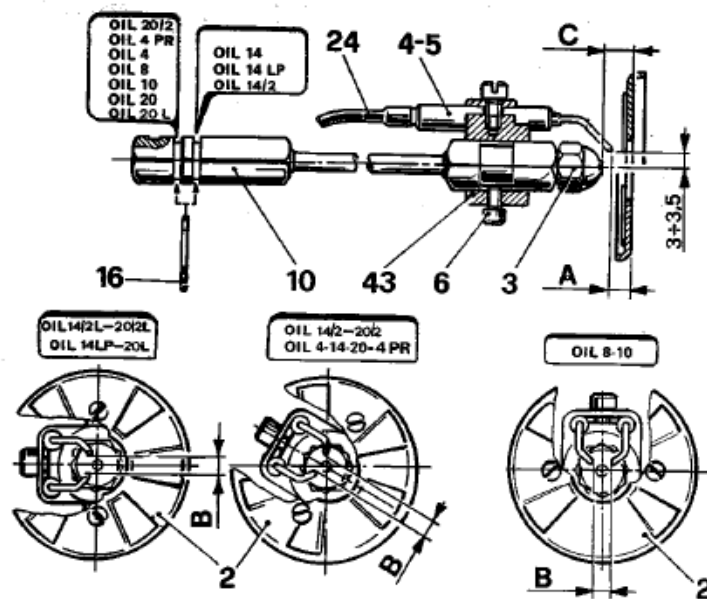

FIG. 14
- gicleur (3) défectueux ou sale;
- électrodes d'allumage (4 - 5) encrassées ou endommagées (voir les positions dans la fig. 14);
- cellule (19) noircie;
- débit défectueux de l'électrovanne (29);
- chisler (3) defectuoso o sucio;
- electrodos de encendido (4 - 5) encostrados o doñados (ver las posiciones en fig 14);
- fotorresistencia (19) ennegrecida;
- defectuosa estanquidad de la electroválvula (29);
- verstuiver (3) defekt of vuil;
- ontstekingselektroden (4 - 5) aangeladen, beschadigd of ontregeld (zie de stand in fig. 14);
- magneetventiel (29) vuil of defekt;
Effettuare la pulizia possibilmente senza variare la loro posizione rispetto al disco deflettore; nel caso ciò accadesse rispettare in fase di montaggio le dimensioni indicate in fig. 14.
Clean the electrodes taking care not to change the electrode position relative to the baffle disk; in case this should occur, on reassembling the unit make sure that the dimensions shown in fig. 14 are met.
Effectuer leur nettoyage, si possible, sans changer leur position par rapport au disque deflecteur; au cas où cela se verifiait lors de la phase de montage respecter les dimensions indiquées a la fig. 14.
Efectuar la limpieza posiblemente sin variar sus posiciones respecto al disco deflector; en el caso que esto suceda, respetar en fase de montaje las dimensiones indicadas en fig. 14.
De ontstekings elektroden liefst kuisen zonder hun positie ten opzichte van de vlamring te veranderen. Zou de positie toch veranderen, dan terug monteren volgens de gegevens van fig. 14.